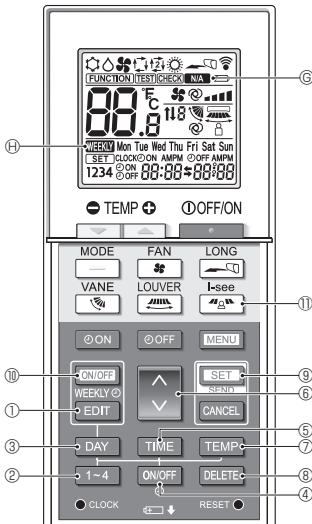
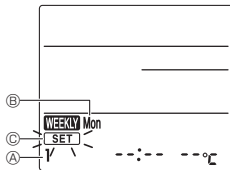

Fig. 4-3
Fig. 4-4
(Fig. 4-3, Fig. 4-4)
Drücken Sie die **1-4**-Taste ②. (Fig. 4-3, Fig. 4-4)
- Mit jedem Drücken der **1-4**-Taste ② ändert sich die Musternummer ④ in dieser Reihenfolge: 1 → 2 → 3 → 4.
Drücken Sie die **DAY**-Taste ③. (Fig. 4-3, Fig. 4-4)
- Mit jedem Drücken der **DAY**-Taste ③ ändert sich der Tag der Woche ⑤ in dieser Reihenfolge: Mo → Di → Mi → Do → Fr → Sa → So → Alle Tage.
1. Drücken Sie die **ON/OFF**-Taste ④. (Fig. 4-3, Fig. 4-5 ④)
- Mit jedem Drücken der **ON/OFF**-Taste ④ wechselt die Einstellung zwischen **ON** und **OFF**.
2. Drücken Sie die **TIME**-Taste ⑤. (Fig. 4-3, Fig. 4-6)
- Drücken Sie die **DOWN**-Taste ⑥, um die Betriebszeit einzustellen.
3. Drücken Sie die **TEMP**-Taste ⑦. (Fig. 4-3, Fig. 4-7, Fig. 4-8)
- Drücken Sie die **UP**-Taste ⑧, um die Temperatur einzustellen.
- Wenn der AUTO-Modus (doppelter Einstellungspunkt) aktiviert ist, drücken Sie die **TEMP**-Taste ⑦, um zwischen der Obergrenze ⑨ und der Untergrenze ⑩ umzuschalten.
#### <Löschen der Einstellungen> (Fig. 4-3)
#### <Übertragen der Einstellungen> (Fig. 4-3)
### <Aktivieren des Wochen-Timers> (Fig. 4-3)
### 4.7. i-See-Sensor (Fig. 4-3)